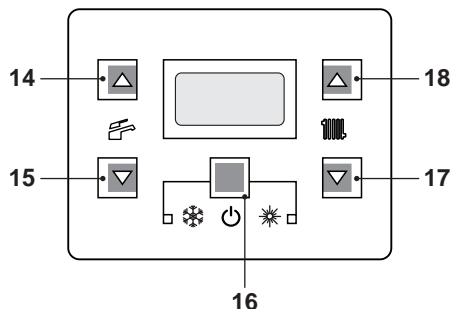
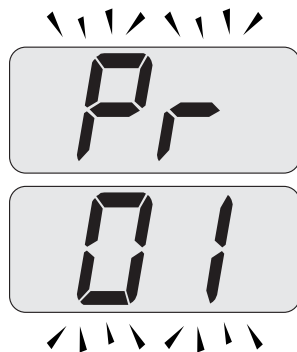
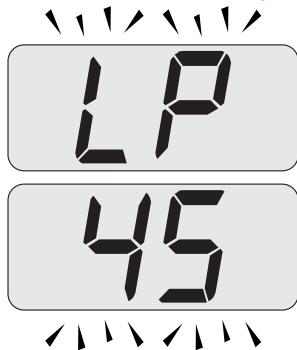
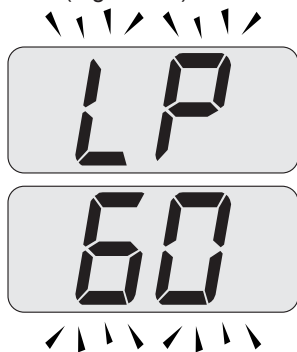

Figura 7.2
Figura 7.3
Figura 7.4
Figura 7.7
- Entrare in "modalità programmazione" premendo contemporaneamente per 10 secondi i tasti 16- 17- 18 (Figura 7.2) fino a far apparire sul display LCD le lettere **Pr** che si alternano con il codice **01**, indicanti l'entrata nel "parametro 01" (Figura 7.3).
- Premere contemporaneamente i tasti 17 e 18 (Figura 7.2) fino a far apparire sul display LCD le lettere **LP** che si alternano con il valore di temperatura dell'acqua di riscaldamento (es. **45**), indicanti l'entrata nell'attivazione della "funzione spazzacamino" alla potenza minima (Figura 7.4).
- Premere il tasto 17 (Figura 7.2) fino a far apparire sul display LCD le lettere **LP** che si alternano con il valore di temperatura dell'acqua di riscaldamento (es. **60**), indicanti l'entrata nell'attivazione della "funzione spazzacamino" alla potenza minima in sanitario (Figura 7.7).
- Spegner la caldaia tenendo premuto per 2 secondi il tasto 16 (Figura 7.2) fino a far apparire sul display LCD il simbolo